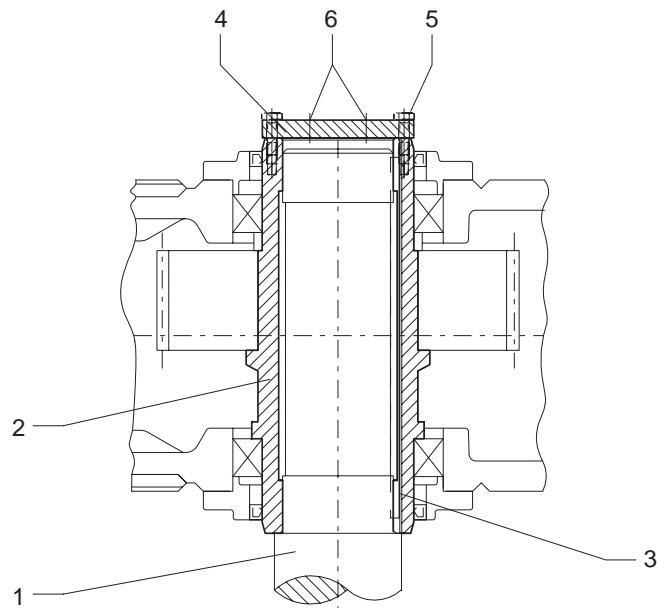

Рис. 4
- Отжатие передачи от машинного вала может быть выполнено по возможности на месте при помощи отжимного винта на концевом диске (см. рис. 4), центральным ходовым винтом или, предпочтительнее всего, гидравлическим агрегатом Лукаса.
- После достаточного действия растворителя снять передачу при помощи устройства согласно рис. 3 или рис. 4.